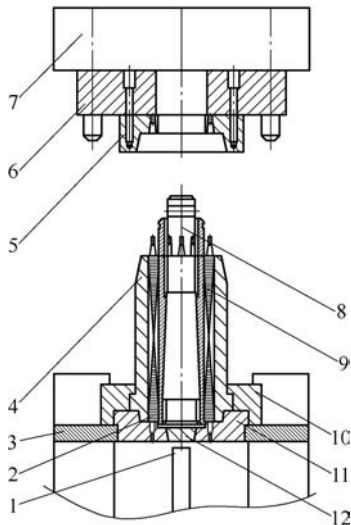

图 9
(5) 压铸完成后，压铸机上行，顶杆向上运动，顶起下模塞子，胀芯向上运动，无轴转子与下模松动，以便于把无轴转子从中模里吊出（见图9）。